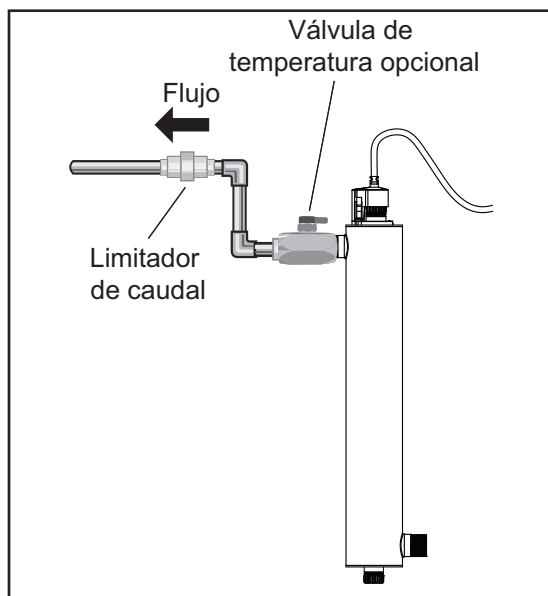

Figura 5 Limitador de caudal
- Monte el sistema en la pared con las grapas suministradas. Para conectar la fuente de agua al sistema se pueden usar varios métodos de conexión, sin embargo, se recomiendan los conectores de unión. El uso de un dispositivo limitador del caudal ayuda a mantener el caudal nominal del fabricante. El limitador de caudal debe instalarse en el puerto de salida y está diseñado para instalarse en una sola dirección. Asegúrese de que el flujo del agua coincide con la dirección de flujo indicada en el limitador de caudal. Consulte Figura 5.